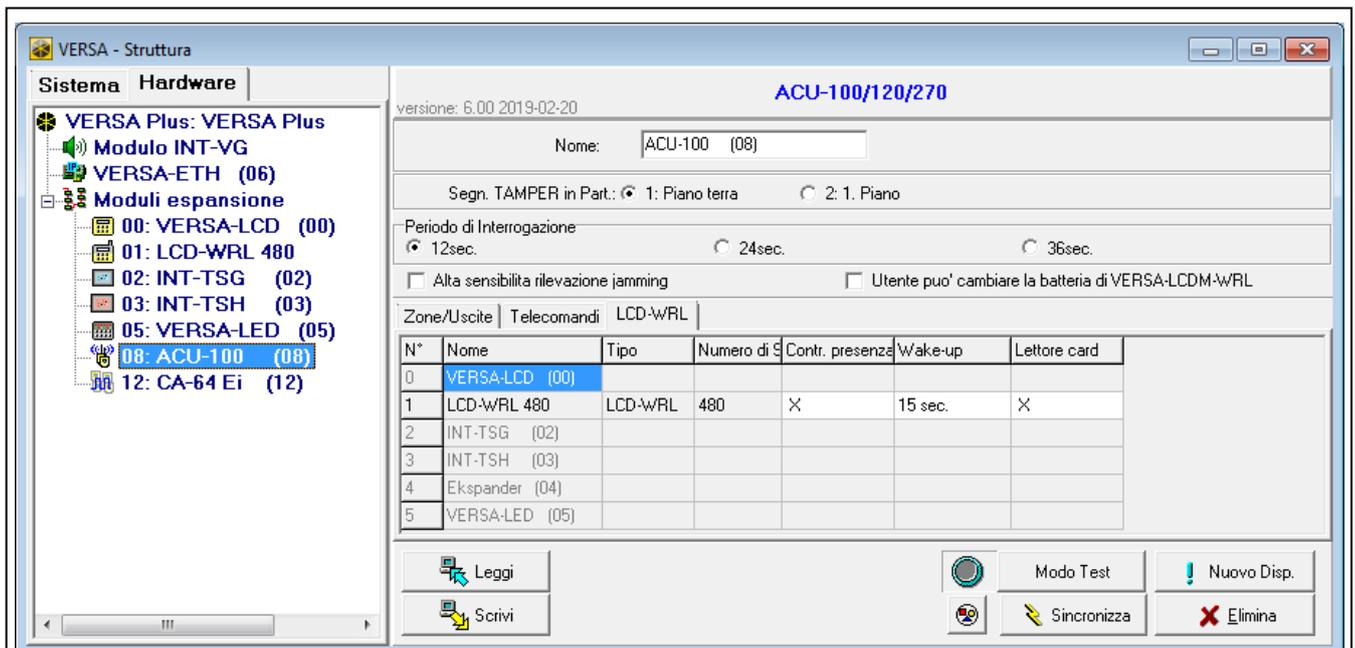

Fig. 3. Software DLOADX: parametri memorizzati nel ricevitore wireless ABAX 2 / ABAX.
E' possibile aggiungere tastiere wireless al sistema dalla finestra "VERSA – Struttura", nella scheda "Hardware", dopo aver cliccato sul nome del ricevitore wireless ABAX 2 / ABAX nella lista dei dispositivi e poi sulla scheda "LCD-WRL" (vedi: Fig. 3 p. 7).
E’ possibile rimuovere le tastiere wireless dalla finestra “Versa – Struttura”, scheda “Hardware”, dopo aver cliccato sul nome del ricevitore wireless ABAX 2 / ABAX nella lista dei dispositivi e poi sulla scheda “LCD-WRL” (vedi: Fig. 3 p. 7).
- Software DLOADX: →Finestra “Versa – Struttura” →scheda “Hardware” →ramo “Moduli Espansione” →[nome del ricevitore wireless] →scheda “LCD-WRL” (vedi: Fig. 3),